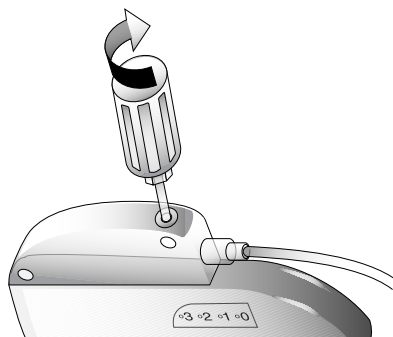

Abbildung 4. Die Schraube im selbstdichtenden Dichtring durch Drehen im Uhrzeigersinn festziehen, bis der Drehmomentschlüssel zu klicken beginnt.
5. Den Drehmomentschlüssel vollständig in den selbstdichtenden Dichtring des Konnektorblocks einsetzen und die Schraube durch Drehen im Uhrzeigersinn festziehen, bis der Drehmomentschlüssel zu klicken beginnt (Abbildung 4).
Hinweis: Der Drehmomentschlüssel muss denselben Winkel einnehmen wie die Schraube (Abbildung 4).